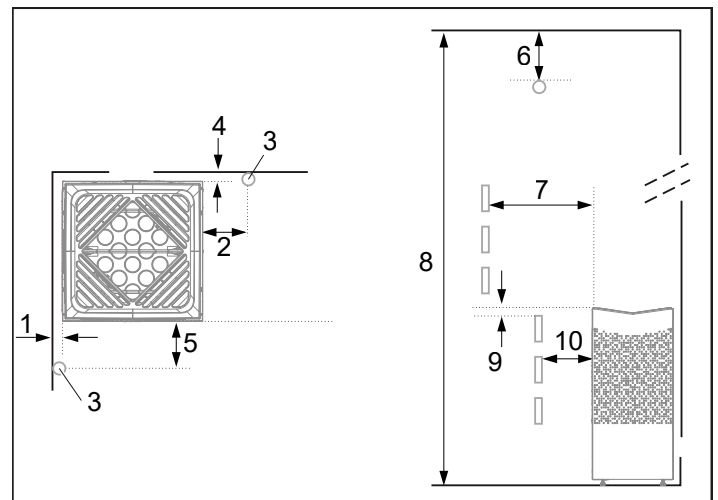
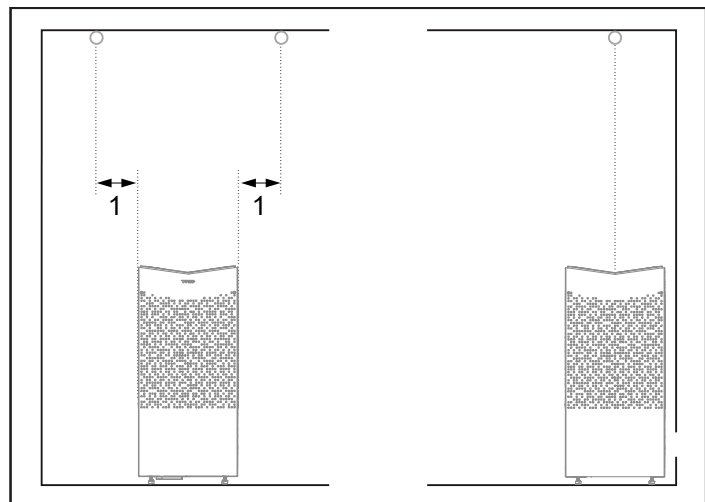

Fig 3: Placering av Singel bastuaggregat - normalmontage
Fig 4: Takmontering av sensorn
- Planera bastuaggregatets placering (se Avsnittet Aggregatets placering - normalmontage, fig 3).
- Planera sensorns placering (se Fig 3 samt Fig 4).
- på säkert avstånd till sidoväggar och inredning (se Fig 3).
Placera sensorn enligt bilden (se Fig 3), tänk på att inte någon aktiv friskluftsventil närmare än 1000 mm.
Om väggen på vilken sensorn ska installeras är gjord av mycket värmeabsorberande material (t.ex. betong, tegel m.m.) eller om väggen är gjord av hårdats glas, kan sensorn placeras i taket med avstånd från aggregatet enligt Fig 4.